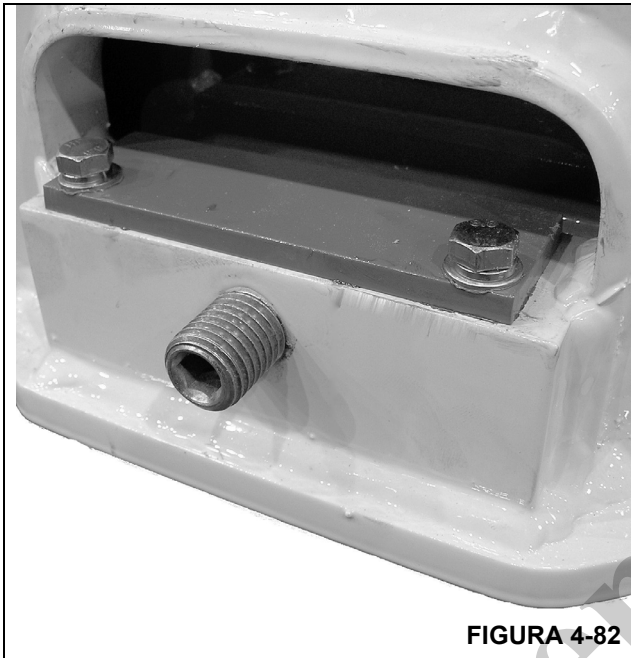

FIGURA 4-82
3. Instale a placa de desgaste de bronze através do furo de acesso da base na lateral da seção da base e deslize a seção intermediária interna até ultrapassar a placa de desgaste e instale a placa de travamento (Figura 4-82).